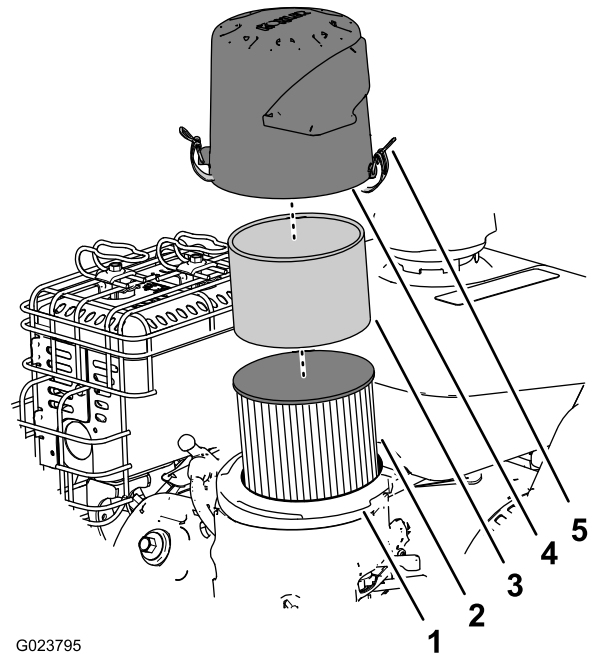

**Bild 24**
4. Tauchen Sie einen langen, sauberen, schmalen Pinsel in KFZ-Motoröl und fetten Sie die Sechskantwelle leicht ein (Bild 24).
**Wichtig:** Achten Sie darauf, dass kein Öl auf das Gummirad oder die Aluminium-Abriebplatte gelangt, da der Fahrantrieb sonst rutscht (Bild 24).